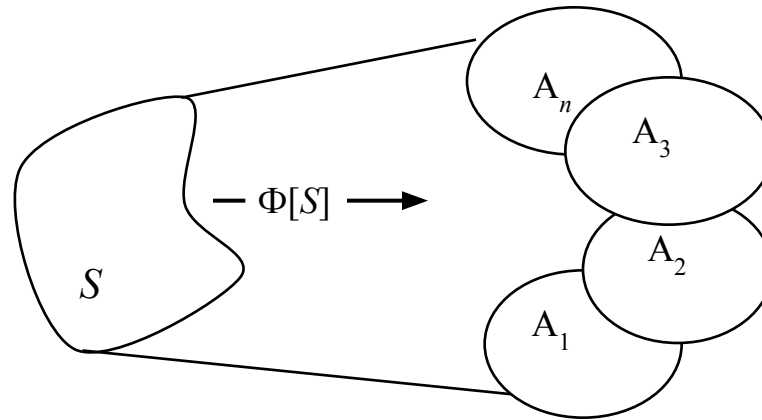

Рис.11. – Теоретико-множественное представление системы
**3. Теоретико-множественные представления.** Теоретико-множественные представления базируются на понятиях множество, элементы множества, отношения на множествах, предложенных Г. Кантором. Сложную систему можно отобразить в виде совокупности разнородных множеств и отношений между ними (рис. 11 ).